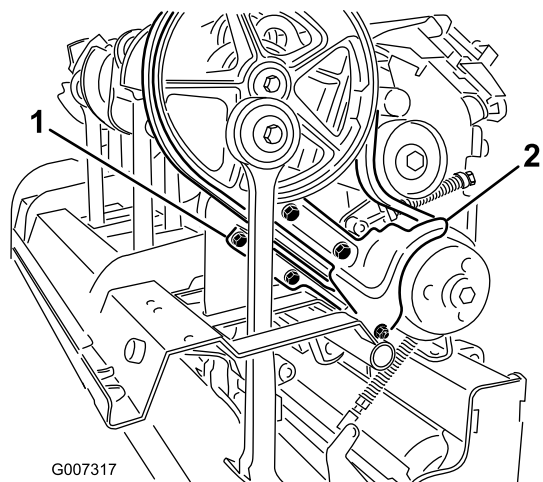

Figura 36
3. Retire las fijaciones que sujetan el protector contra suciedad y el protector inferior de la correa (Figura 36). Desmonte el protector contra suciedad y el protector inferior de la correa.